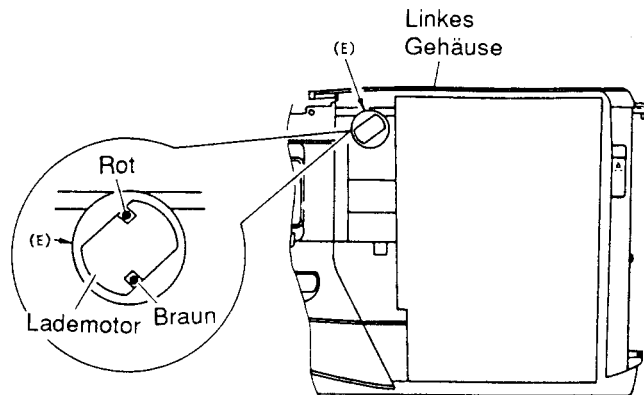

Abb. 2-2
- 2) Zwei (2) Laschen (C) der Blattfeder in dem Cassettenfachdeckel in Richtung des Pfeiles (B) freigeben und den Cassettenfachdeckel in Richtung des Pfeiles (D) abnehmen.
Hinweis: Falls der elektrische Schaltkreis defekt ist, eine Stromversorgung direkt an den Lademotor anschließen, der durch das Loch (E) in dem linken Gehäuse gesehen werden kann; der Video-Kamerarecorder kann auf den Auswurfstatus gestellt werden (Abb. 2-2). Bei der Stromzufuhr auf die folgenden Punkte achten.
- ① Die Stromversorgung auf 3 - 5 V Gs einstellen. (Nicht mehr als 5 V anlegen, da dies zu sekundären Defekten führen kann.)
- ② Den roten Draht an die positive Klemme und den braunen Draht an die negative Klemme anschließen, um das Entladen zu aktivieren. Den braunen Draht an die positive Klemme und den roten Draht an die negative Klemme anschließen, um das Laden zu aktivieren.